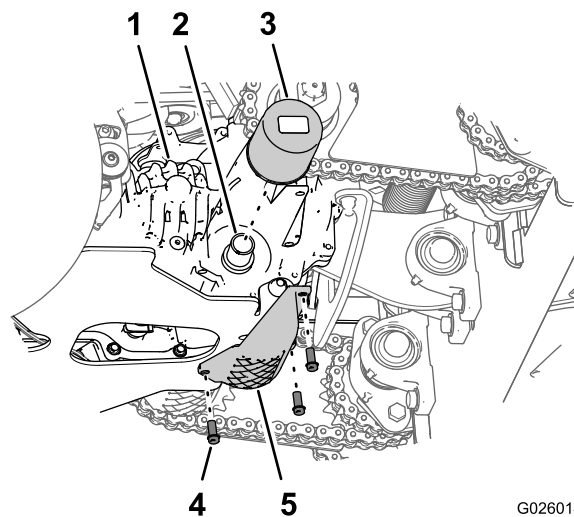

Figura 63
- Retire los 3 pernos con arandela prensada que sujetan el protector del filtro a la transmisión y retire el protector (Figura 63).
- Limpie la zona alrededor del filtro de la transmisión (Figura 63).
- Gire el filtro en sentido antihorario y retire el filtro (Figura 63).
- Para instalar el filtro, gírelo en sentido horario en el adaptador del filtro hasta que la junta entre en contacto con el adaptador, luego apriete el filtro entre 3/4 de vuelta y 1 vuelta más (Figura 63).
(Figura 63) y apriete los pernos a 1117-1243 N-cm (90-110 libras-pulgada).